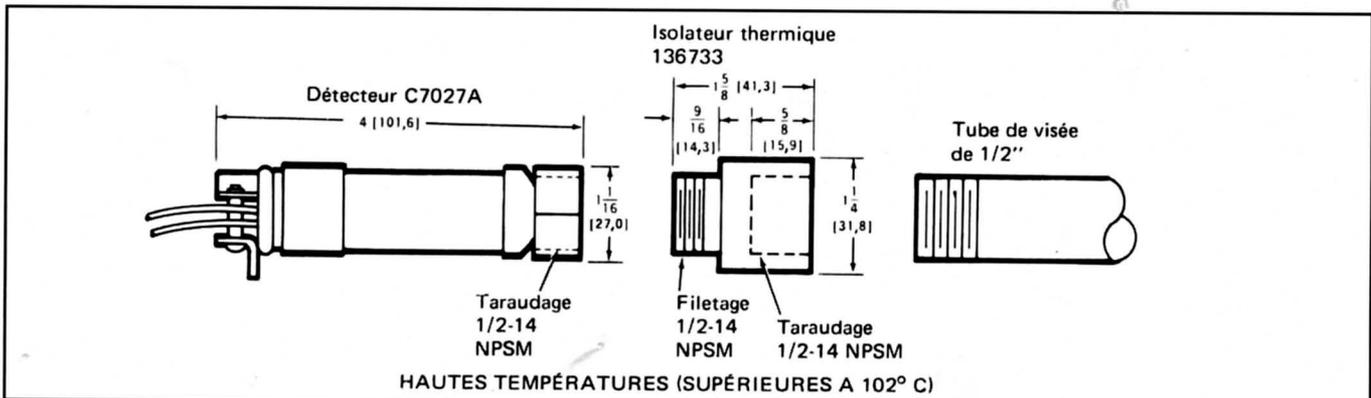

Fig. 5—Dimensions de montage de l'isolateur thermique 136733
**ACCESSOIRE** : 133733 Isolateur thermique. Pièce plastique laminé pour isoler le détecteur de flamme de la température du tube de visée, qui est d'environ 102 °C (215° F). Taraudage extérieur 1/2-14 NPSM d'un côté et 1/2-14 NPSM interne de l'autre côté (Voir Fig. 5).
#### Utilisation d'un isolateur thermique avec une cellule C7027A (Fig. 5)